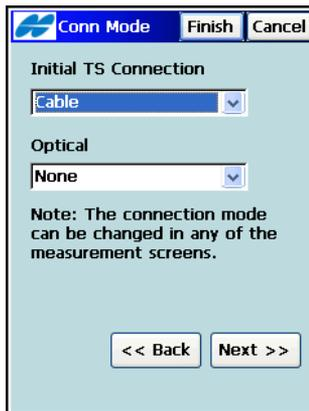

Abbildung 4-70. Verbindungsart
4. Wählen Sie im Fenster **Verb. z. Gerät** den Verbindungsmodus (Parameter *Erste TS-Verbindung* in der Liste) und tippen Sie auf **Weiter** (Abbildung 4-70). Die verfügbaren Parameter richten sich nach dem Instrumententyp. Für die Modi „Standard“ und „Reflektorlos“ kann nur das Kabel gewählt werden, für „Robotik“ auch „Nur Funk“, „RC-2 mit Funk“, „Nur RC-2“ und „RC-2 (Bluetooth®)“.